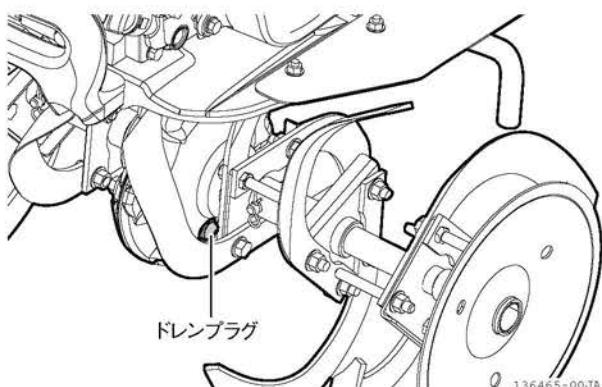

図 4-20 交換のしかた
- 爪軸を外し、ミッションケースの下部にあるドレンプラグの下に、古いミッションオイルを受ける容器を置きます。(図 4-20)